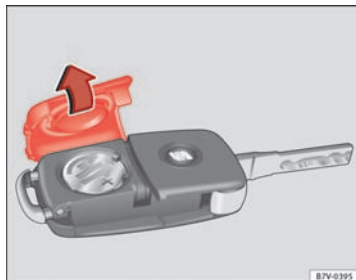

Fig. 15 Bilnøgle: Sådan åbnes dækslet til batterirummet.
- Tag afdækningen på bagsiden af bilnøglen ⇒ Fig. 15 af i pilens retning ⇒ ①.
- Sæt afdækningen på som vist på billedet ⇒ Fig. 15, og tryk den mod pilens retning på bilnøglehuset, indtil den går i hak.